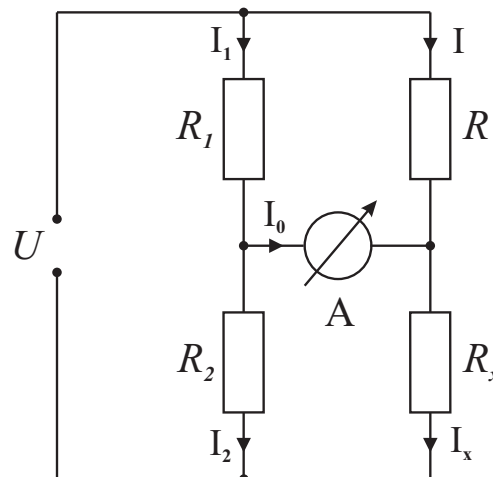
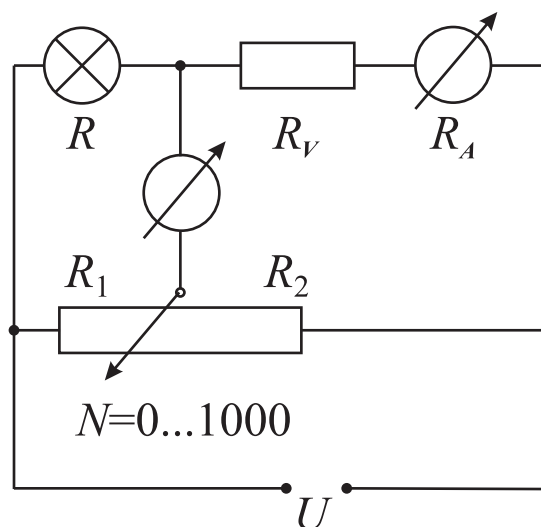

Abbildung 3: zu Aufgabe 5: Wheatstone-Brücke
Abbildung 7: Aufbau der Schaltung zur Widerstandsmessung der Glühbirne
Mit einer **Wheatstone-Messbrücke** wird dieses Problem umgangen. Der Wert eines unbekanntes Widerstandes kann sehr präzise zu drei bekannten Widerständen ins Verhältnis gesetzt werden. Die Messbrücke besteht aus einem Netzwerk zweier abgleichbarer Spannungsteiler gemäß Abb. 3. Stehen die beiden Teiler  $R_1 : R_2$  und  $R : R_x$  im gleichen Verhältnis, so fließt kein Strom mehr durch das Amperemeter. (Falls der zu bestimmende Widerstand  $R$  sehr hochohmig ist, kann statt des Amperemeters auch ein Voltmeter verwendet werden, am Prinzip der Schaltung ändert dies nichts.)
5. Leiten Sie mit Hilfe der Kirchhoff'schen Gesetze die Abgleichbedingung für die Wheatstone-Brücke her (Abb. 3). (Hinweis: bei abgeglichenem System ist der Strom  $I_0$  durch das Brückeninstrument gleich Null!)
Bei der Wheatstone-Messbrücke werden die Festwiderstände  $R_1$  und  $R_2$  in der Schaltung aus Abb. 3 durch einen einstellbaren Widerstand, ein Potentiometer, ersetzt. Dieses Potentiometer hat eine mechanische Anzeige der aktuellen Einstellung  $N$ , wobei  $N$  zwischen 0 bis 1000 sein kann. Das Potentiometer hat einen sogenannten Mittelabgriff oder Schleifer. Das Potentiometer stellt daher zwei Widerstände in einer Reihenschaltung dar, deren Gesamtwiderstand  $R_{\text{ges}}$  fest ist. Lediglich die Aufteilung des Gesamtwiderstandes auf die beiden Teilwiderstände  $R_1$  und  $R_2$  variiert gemäß  $R_1 = NR_{\text{ges}}/1000$  und  $R_2 = (1000 - N)R_{\text{ges}}/1000$ . Sie sollten beim Einbau darauf achten, dass die drei Anschlüsse nicht äquivalent sind.
Bauen Sie dazu die Wheatstone-Brücke gemäß Abb. 7 auf und nehmen Sie  $R$ - $I$ -Wertepaare auf. Lesen Sie jedoch zunächst diese Aufgabe bis zum Ende durch, damit Sie schon beim ersten Durchlauf alles Wichtige beachten. Die Wertepaare sollten bis in den Bereich der maximalen Spannung und Leistung vordringen. Um die Nichtlinearität in den Daten gut erkennen zu können, verteilen Sie bitte Ihre Datenpunkte ungleichmäßig von 0 bis  $I_{\max}$ , indem Sie für kleine Ströme besonders viele Datenpunkte aufnehmen.
Da die Glühbirne relativ niederohmig werden kann, muss der Innenwiderstand des Amperemeters in diesem Versuch berücksichtigt werden. Da dieser von der Bereichseinstellung des Amperemeters abhängig sein kann, überlegen Sie, welche Bereichseinstellung sinnvoll bei maximalem Strom ist, und behalten Sie während dieses Versuches diese Bereichseinstellung bei. Bestimmen Sie mit einer geeigneten Messung den Innenwiderstand des Amperemeters  $R_A$  bei dieser der Bereichseinstellung und berücksichtigen Sie diesen Widerstand entsprechend. (Wenn Sie die Abb. 3 und 7 miteinander vergleichen, dann sehen Sie, dass  $R_V + R_A$  in Abb. 7  $R_X$  in Abb. 3 entspricht).